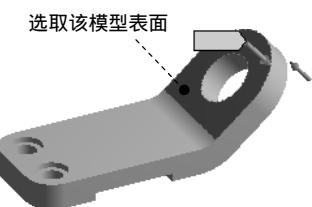

图 4.2.12 定义力方向
(1) 单击以激活 **Direction** 后的文本框，选取图 4.2.12 所示的面为参考方向，调整箭头方向如图 4.2.12 所示。